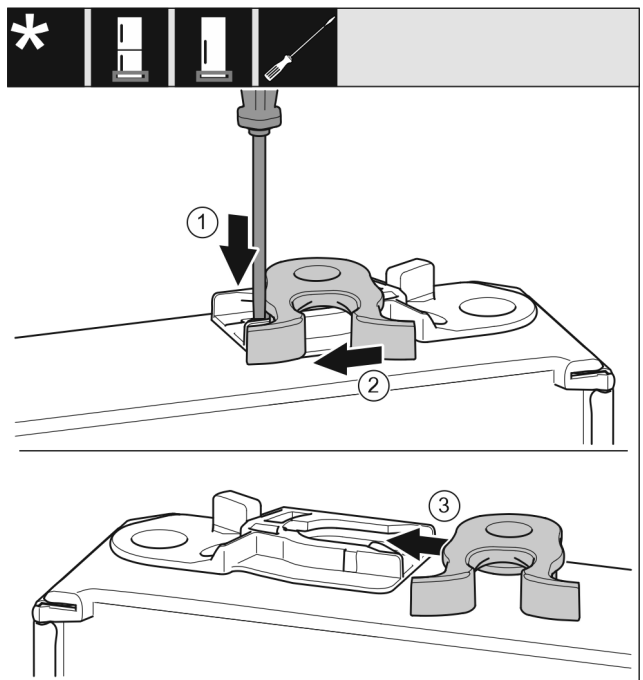

Fig. 17
- Lasche mit Schlitzschraubendreher nach unten drücken. Fig. 17 (1)
- Schließhaken aus Führung ziehen. Fig. 17 (2)
- Schließhaken auf anderer Seite in Führung schieben. Fig. 17 (3)